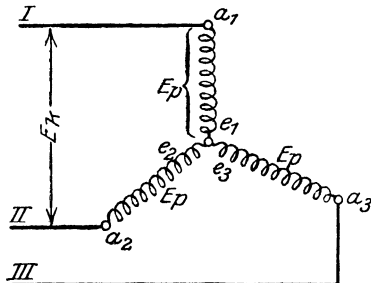
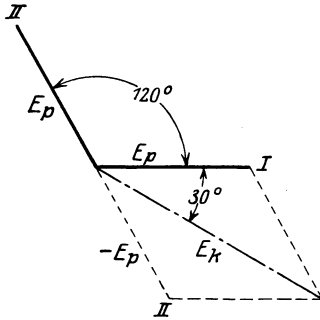

Abb. 153.
Abb. 154.
Sind die drei Phasen in der durch Abb. 153 dargestellten Weise verbunden, so nennt man diese Schaltung die Sternschaltung oder offene Verkettung.
¹⁾ E_k ist der Spannungsunterschied zwischen a_1 und a_2 . Aus der Abb. 153 ist ersichtlich, daß die Spannung zwischen $a_2 e_2$ von der Spannung zwischen $a_1 e_1$ subtrahiert werden muß. Die geometrische Subtraktion ist in Abb. 154 dargestellt. Die Rechnung ergibt Formel (106).